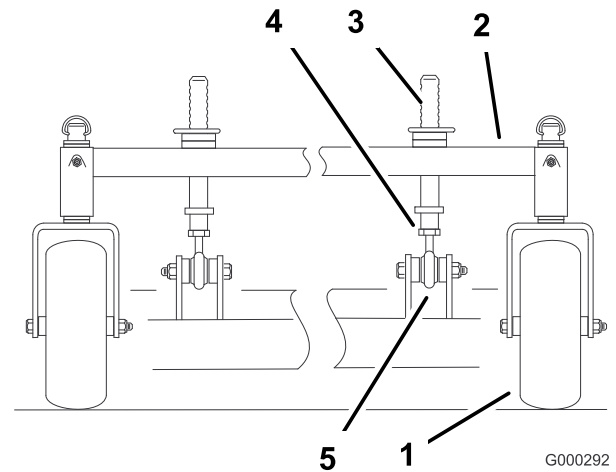

Bild 57
- Durch Einstellen der vorderen Schnitthöhensäulen lässt sich die Längsneigung einstellen (**Bild 57**).